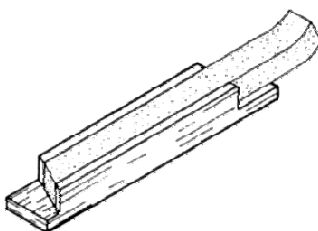

Figura 57
3. Para o corte dos Anéis da Gaxeta, é aconselhável a utilização de um simples dispositivo que sugerimos conforme Figura 57.